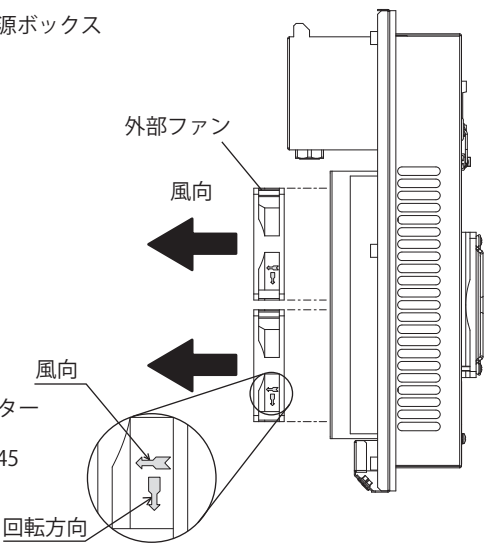

図 10 外部ファン取付方法
- ・ファンに刻印された風向の矢印が本製品の外側に向くように取り付けてください。(図 10)